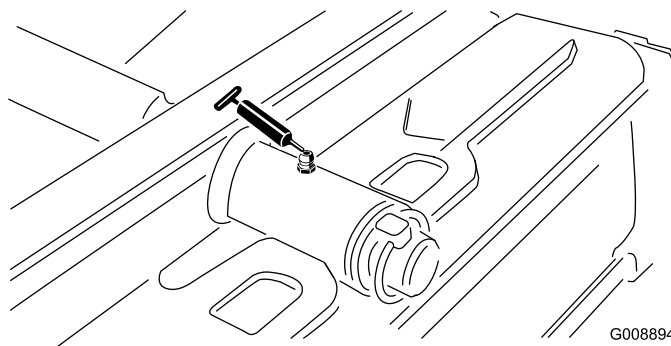

Рисунок 47
- Ось поворота заднего режущего блока (Рисунок 47)